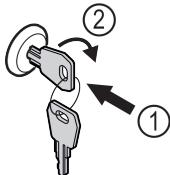

Fig. 143
- Uvucite ključ Fig. 143 (1).
- Okrenite ključ za 90° nadesno Fig. 143 (2).